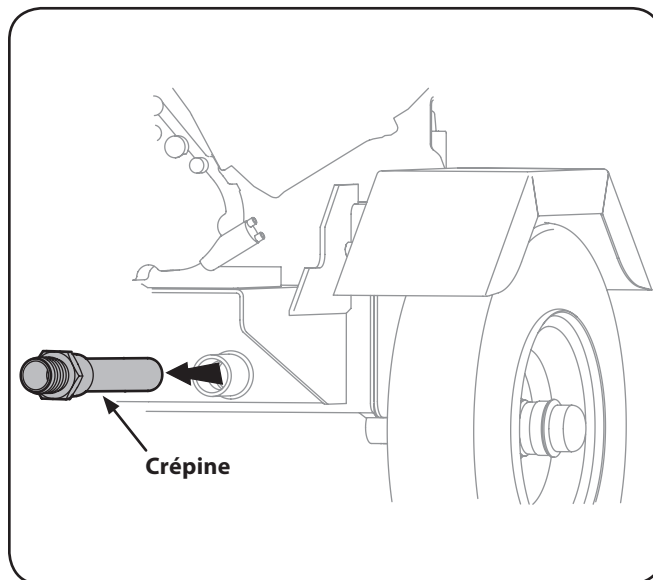

Figure 6-2
3. Dévissez soigneusement la crépine et nettoyez-la avec de l'huile pénétrante. Voir Figure 6-2.